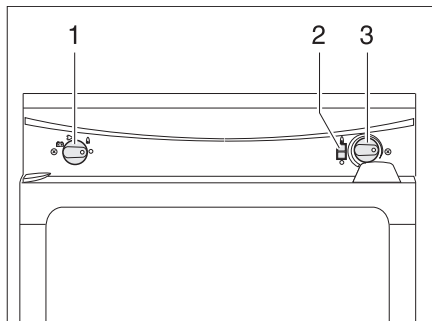

Bild 131 Bedienelemente für den Kühlschrank (Thetford ohne SES)
- Energie-Wahlschalter (Bild 131,1) auf Gas "🔥" stellen.
- Drehregler (Bild 131,3) drücken und gedrückt halten. Die Gaszufuhr ist geöffnet. Der Zündvorgang erfolgt automatisch. Ein tickendes Geräusch ist hörbar, bis Zündvorgang erfolgreich abgeschlossen ist.
- Drehregler (Bild 131,3) gedrückt halten, bis der Flammenanzeiger (Bild 131,2) grün wird, dann loslassen. Falls die Flamme erlischt, wiederholt das Zündgerät automatisch den Zündvorgang.
- Energie-Wahlschalter (Bild 131,1) auf "○" stellen. Der Kühlschrank ist abgeschaltet.
- Energie-Wahlschalter (Bild 131,1) auf 230-V-Betrieb "⚡" stellen.
- Kühltemperatur mit dem Drehregler (Bild 131,3) einstellen.
- Energie-Wahlschalter (Bild 131,1) auf 12-V-Betrieb "⚡" stellen.